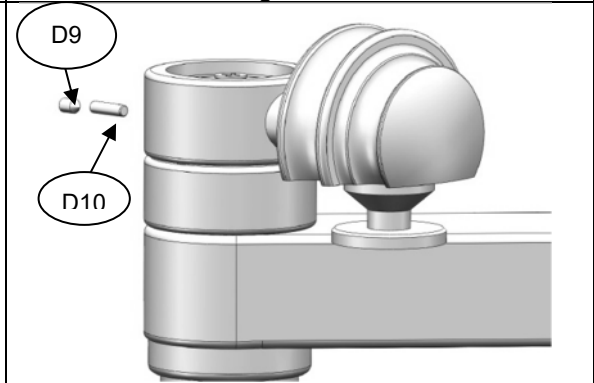

Fig. 6
5. En la parte transversal del Cuerpo de Giro hay un agujero roscado, por él introduciremos el Eje Plástico D11 y tras él, el Prisionero ajuste giro D12 con el cual daremos la dureza correspondiente para que el Soporte Cámara SC-1a, no gire con demasiada libertad (Fig.6)